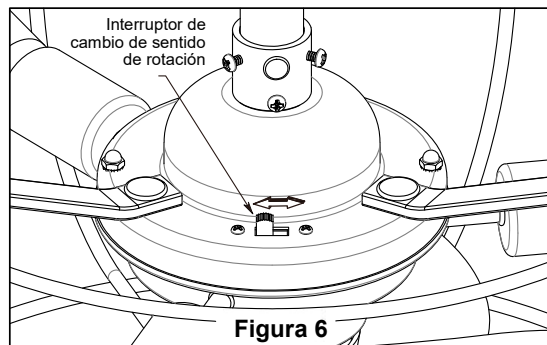

Figura 6
- Si se desea un flujo de aire en sentido contrario, apague el ventilador y espere a que las aspas dejen de girar. Deslice el interruptor de cambio de sentido de rotación, situado en la parte superior del conjunto del motor, a la posición opuesta y vuelva a encender el ventilador (Figura 6)